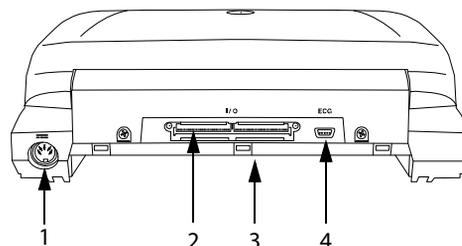

Рис. 2 Разъемы на задней панели системы: (1) входной разъем для линии постоянного тока, (2) разъем ввода/вывода, (3) аккумулятор и (4) разъем для ЭКГ.
- 1 Подсоедините кабель питания постоянного тока от блока питания к разъему питания системы. См. Рис. 2 на стр. 1.